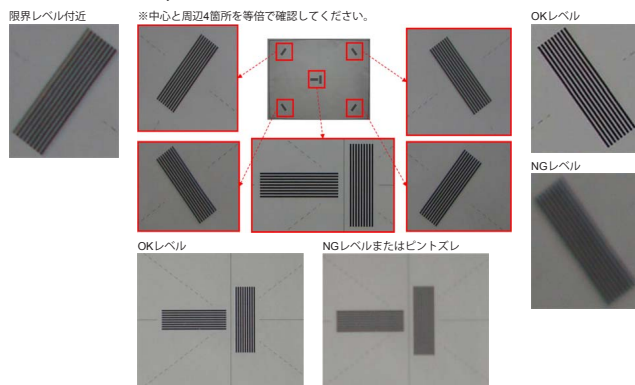

Fig. 4-5-2
1. (1) 準備の状態、マニュアルフォーカスに設定する。
4. 撮影画像3枚の結果から、周辺の解像度がFig. 4-5-2で示す基準を満たしているか確認する。